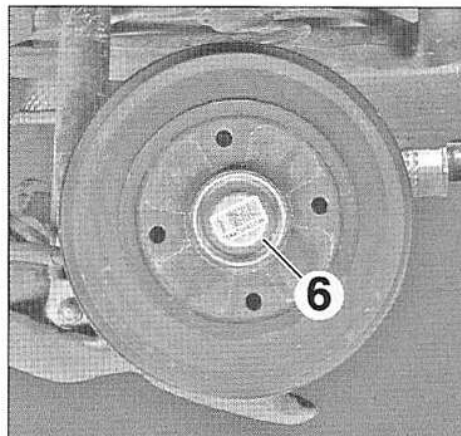

FIG.12
- Déposer le capuchon (6) (Fig.12).